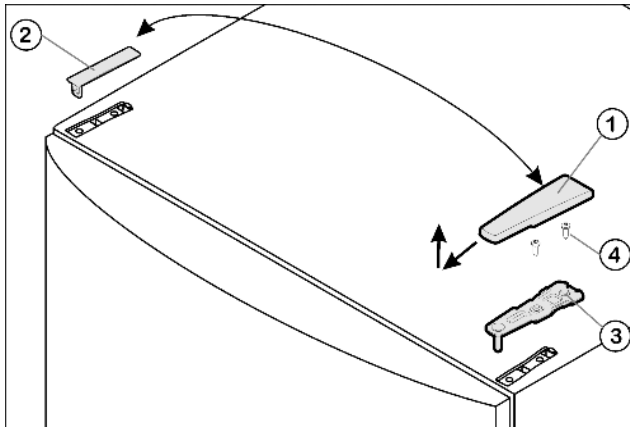

Fig. 4
- ▶ Потяните крышку Fig. 4 (1) вперед и вверх.
- ▶ Снимите крышку Fig. 4 (2).
- ▶ Открутите верхний опорный кронштейн Fig. 4 (3) (2 шт. Torx® 25) Fig. 4 (4) и вытяните вверх.
- ▶ Установите верхний опорный кронштейн Fig. 4 (3) на новой стороне шарнира и защелкните в дверце.
- ▶ Привинтите верхний опорный кронштейн (**с моментом 4 Нм**)(2 шт. Torx® 25) Fig. 4 (4). При необходимости проделайте отверстия или используйте аккумуляторную отвертку.
- ▶ Наденьте и защелкните крышку Fig. 4 (1) и крышку Fig. 4 (2) на противоположной стороне снаружи.